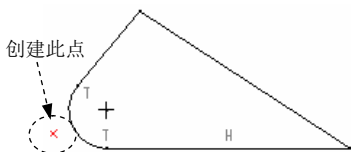

图 4.16.3 创建点
Step3. 单击 **草绘** 区域中的  按钮, 创建任意一点 A, 如图 4.16.3 所示。